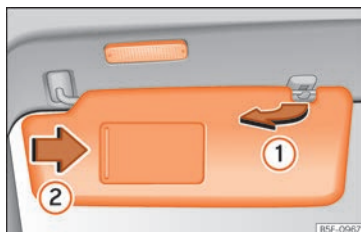

Abb. 154 Sonnenblende.
- Die Sonnenblende kann aus der Halterung herausgezogen und zur Tür »» Abb. 154 ① geschwenkt werden.